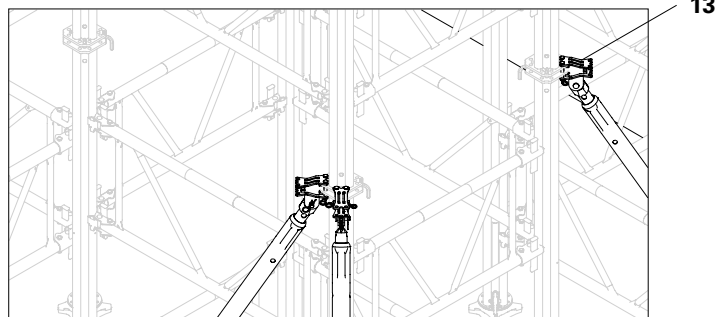

Fig. A5.03a
4. Installer les étais de réglage aux joints d'étais. (Fig. A5.03a)